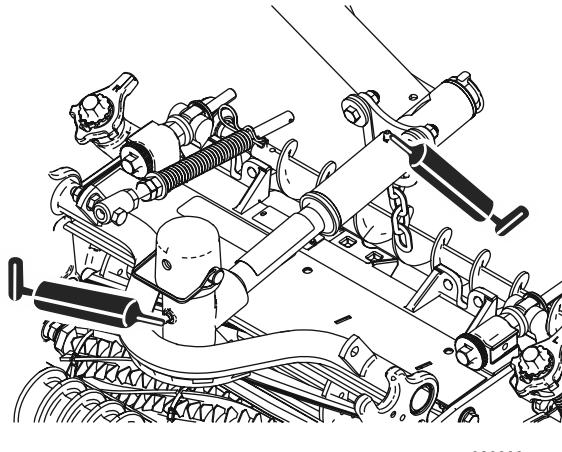

図 45
- ・ カッティングユニットのピボット (各2ヶ所) (図 45)